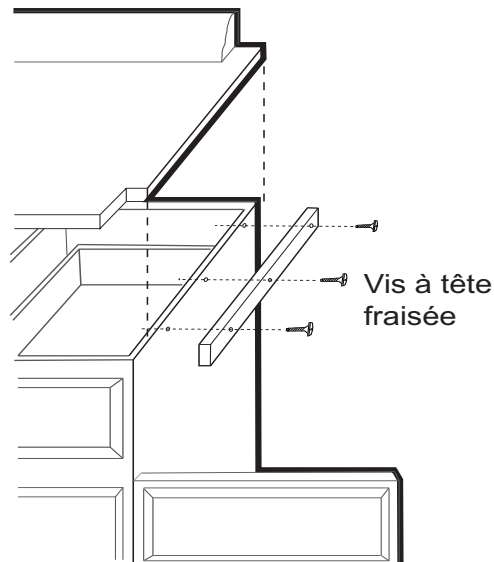
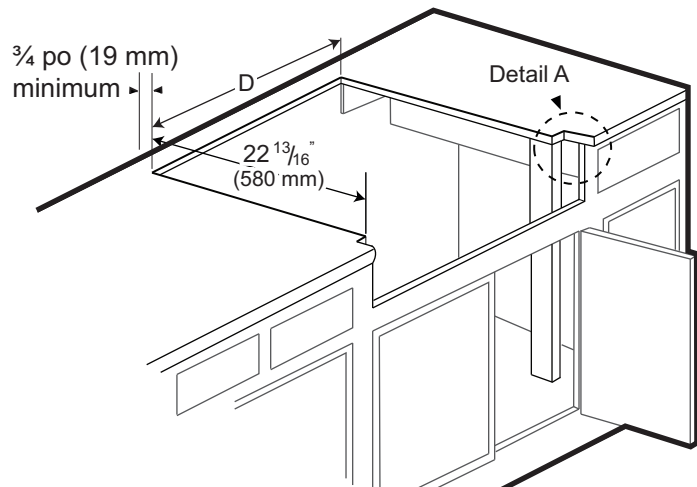
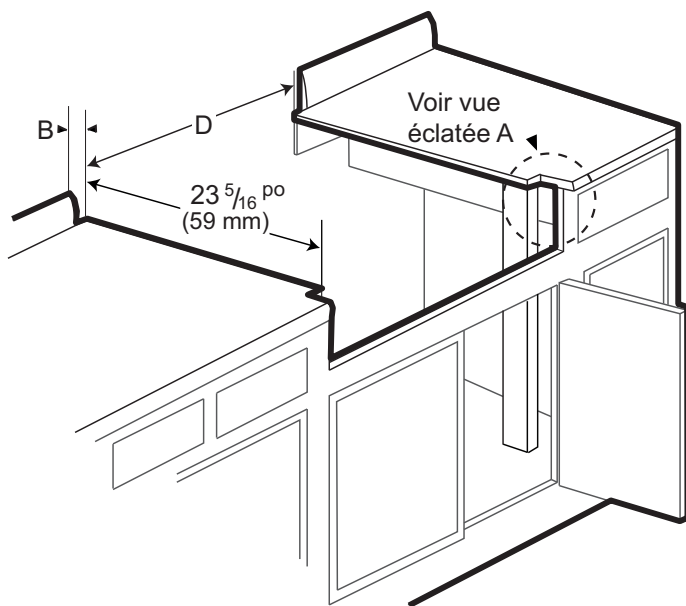

Figure 2 : Installation de supports latéraux (des deux côtés)
Figure 4 : Installation en îlot (sans rebord de plan de travail)
Figure 3 : Installation murale avec rebord de plan de travail
3. La table de cuisson est conçue pour être accrochée au plan de travail par ses brides latérales. Le plan de travail doit toutefois être suffisamment solide pour porter ce appareil. Il sera éventuellement nécessaire d'ajouter un tasseau de chaque côté (voir *Figure 2*) ou 2x4 montants d'angle (voir *Figure 3* et *Figure 4* et la vue Éclatée A). L'autre possibilité est de construire un plan de support pour y installer la table de cuisson.
4. La table de cuisson peut être installée sur plusieurs positions, avec la partie frontale au même niveau que le plan de travail ou en projection avant, selon la profondeur de ce plan (voir *Figure 6*, vue latérale de la table de cuisson; voir *Figure 3*, *Figure 4*, *Figure 7* et *Figure 8* pour les autres positions de montage).
- Installation murale, voir *Figure 3*.
- Installation en îlot, voir *Figure 4*.
- Si vous avez d'un ou des deux côtés des parois latérales pleines d'armoires, vous devrez encocher le coin avant de l'armoire pour l'adapter à l'encoche du plan de travail et laisser l'espace à la partie frontale de la table de cuisson (voir vue Éclatée A, *Figure 3* et *Figure 4*).